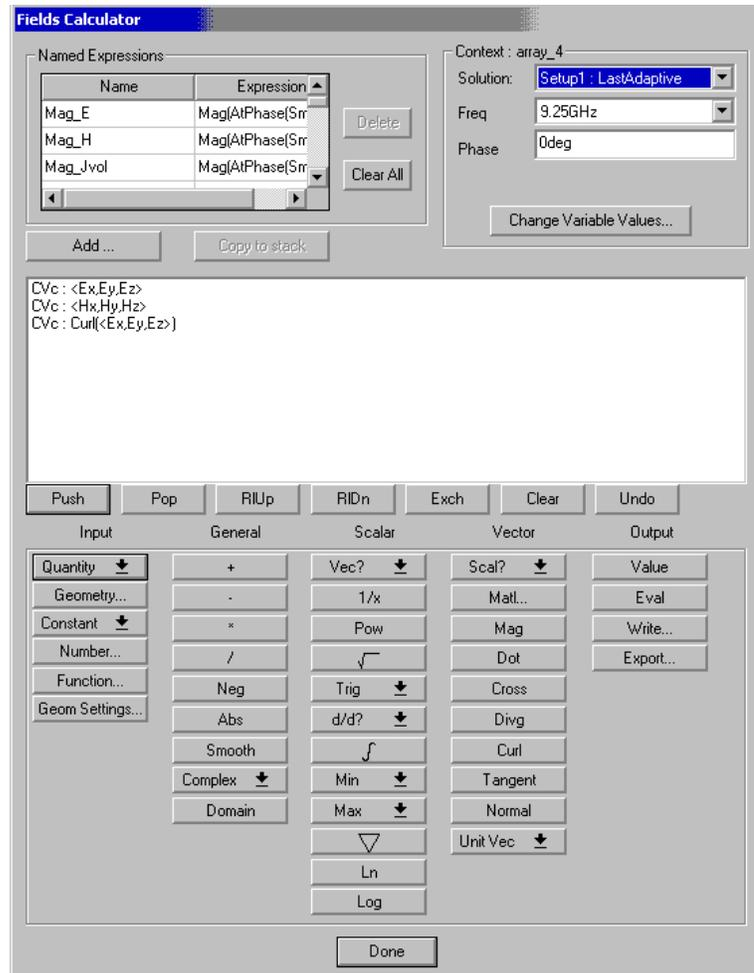

Рис. 11.1. Вид калькулятора поля
- В середине (рис. 11.1) выполняется действие,
В меню HFSS, укажите на **Fields**, и затем кликните **Calculator**. Или: нажмите правой кнопкой мыши на **Field Overlays** в дереве проекта и затем кликните команду **Calculator** в выплывающем меню. Появляется калькулятор поля (рис. 11.1), первая строка на котором, ниже окна указывает